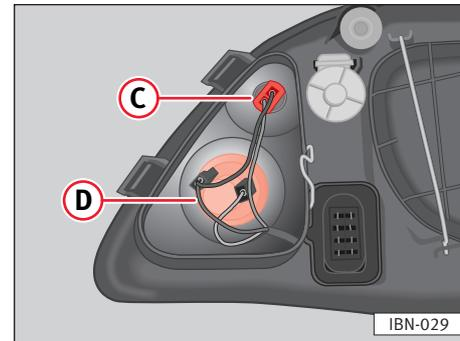

Fig. 156
- Girare verso sinistra il portalampada ed estrarlo dal suo alloggiamento ⇒ **fig. 156** ②.